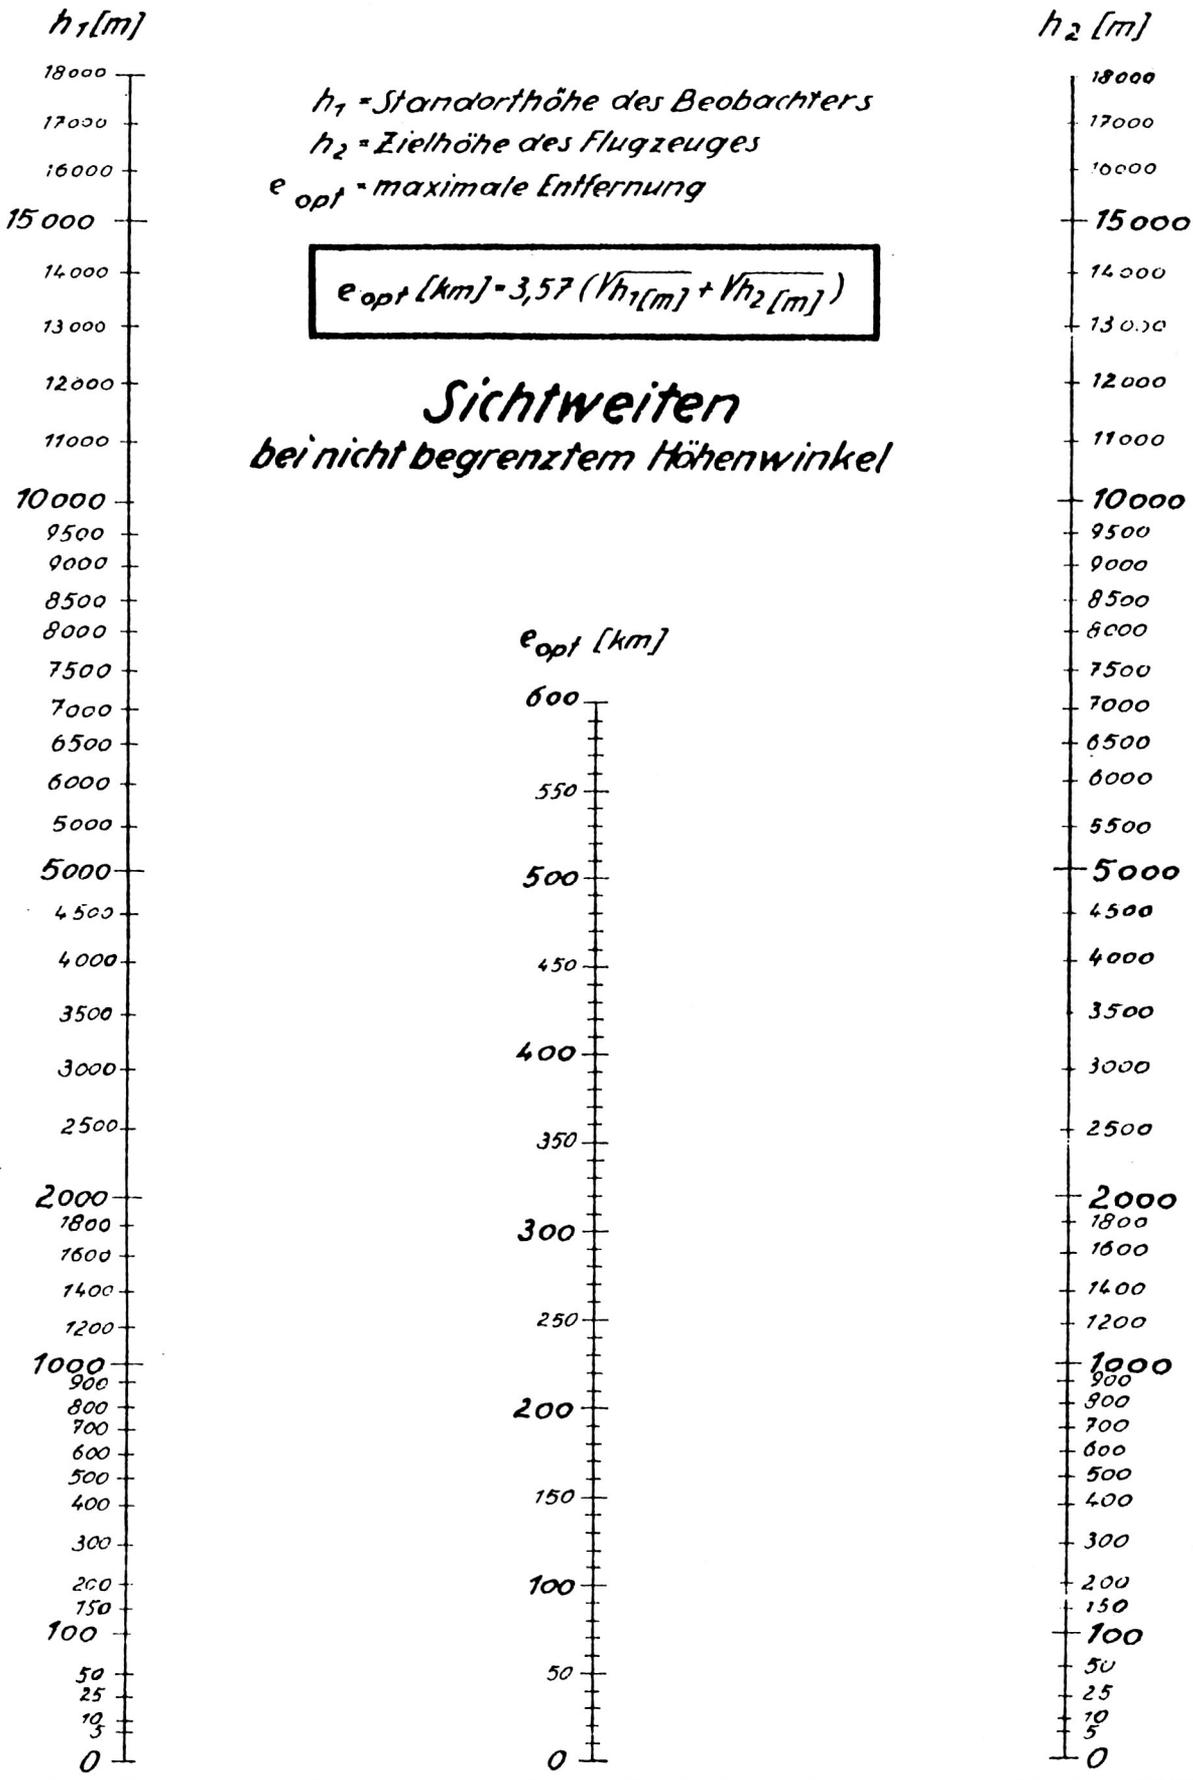

Abb. 6
3. Mit Hilfe des abgebildeten Nomogrammes (Abb. 6) kann man die optische Sichtweite (= Grenzreichweite des Egon-Gerätes) bei nicht begrenztem Höhenwinkel bestimmen, d. h. von Beobachtungsstandorten aus, bei denen bei 0° Erhebungswinkel keinerlei optische Hindernisse auftreten. Die optische Sichtweite ist einerseits abhängig von der Flughöhe des Zieles (h_2) und andererseits vom Aufstellungsort des Gerätes (etwa des Antennenmittelpunktes) (h_1). An der Küste ist also beispielsweise die Höhe des Antennenmittelpunktes über der Wasserfläche maßgebend, im Binnenland die Höhe des Antennenmittelpunktes über der umliegenden Landfläche. Zur Errechnung der optischen Sichtweite verbindet man nun in der Tafel den Wert des eigenen **Aufstellungsortes** auf der linken Skala (h_1 -Skala) durch einen Faden oder ein Lineal mit der auf der rechten Skala aufgetragenen **Flughöhe** (h_2 -Skala). Auf der mittleren Skala schneidet dann der Faden bzw. das Lineal die **optische Sichtweite** ab.